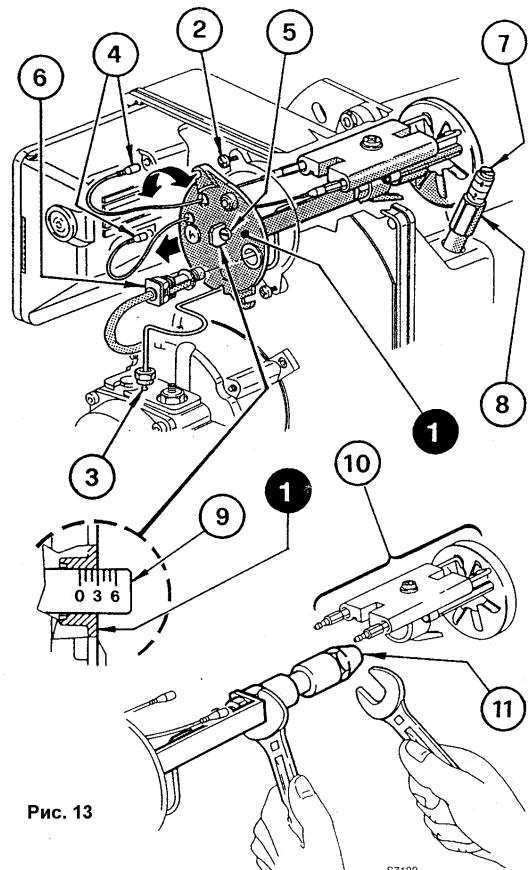

Рис. 13
- ослабить винты (2), открутить гайку (3), вынуть провода (4) и фоторезистор (6) и снять блок крепления форсунки (см. рис. 13),
- **правильно ввернуть форсунку (11) с захватом, как показано на рис. 13.**
#### 3 Регулировка головки (см. рис. 13 на стр. 6)
Регулировка обусловлена показателем расхода топлива на горелке и осуществляется вращением регулировочного винта (5) по часовой стрелке или против часовой стрелки, - необходимо совместить риску регулировочной линейки (9) с внешней плоскостью блока крепления форсунки (1) (см. рис. 13).
#### **4 Регулировка заслонки (см. рис. 13 на стр. 6)**